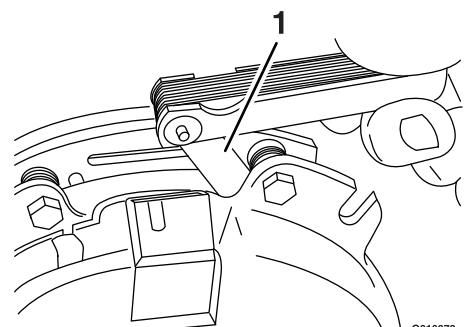

Bild 67
- E. Prüfen Sie mit einer Führerlehre (0,025 mm) den Abstand zwischen dem Drehzylinder und der Vorderseite der Lehre an beiden Seiten des Bremsschafts, wie in Bild 66 und Bild 67 abgebildet.